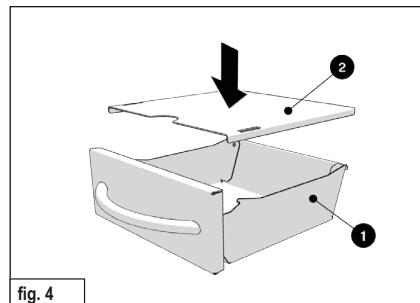

fig. 4
- Posizionare il coperchio (②) sul contenitore della cenere (①) (fig. 4).